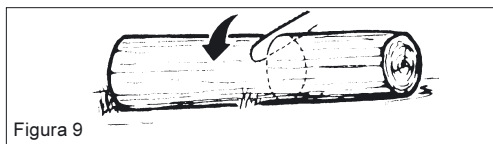

Figura 9
1. Il tronco è a terra (figura 9):